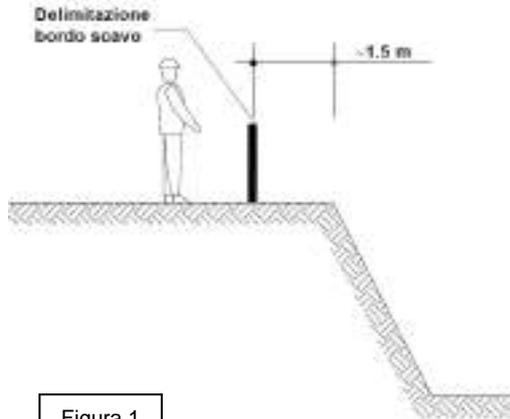

Figura 1
- Proteggere il fronte di scavo con parapetto di protezione, posto a distanza di almeno 1.5 m dal ciglio scavo stesso (Cfr. figura 1).